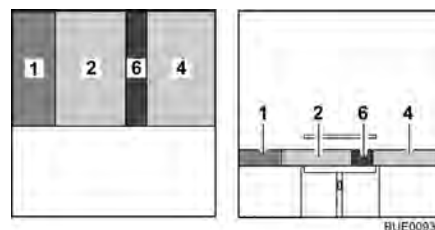

Fig. 85 Después de la transformación
- Colocar el cojín del respaldo (Fig. 85,1) entre el cojín del asiento y la pared.
- Colocar el cojín adicional (Fig. 85,6) entre los cojines del asiento (Fig. 85,2 y 4).